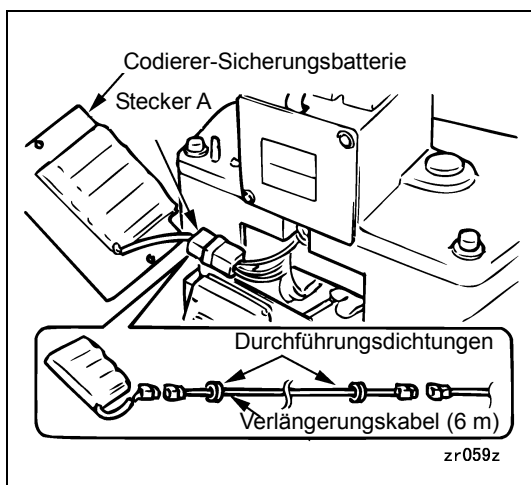

Abbildung 2-32
- (2) Entfernen Sie die Batterie von der Abdeckung, ziehen Sie Stecker A ab, und schließen Sie das Verlängerungskabel an Stecker A an (siehe Abbildung 2-32).